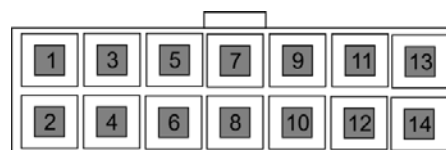
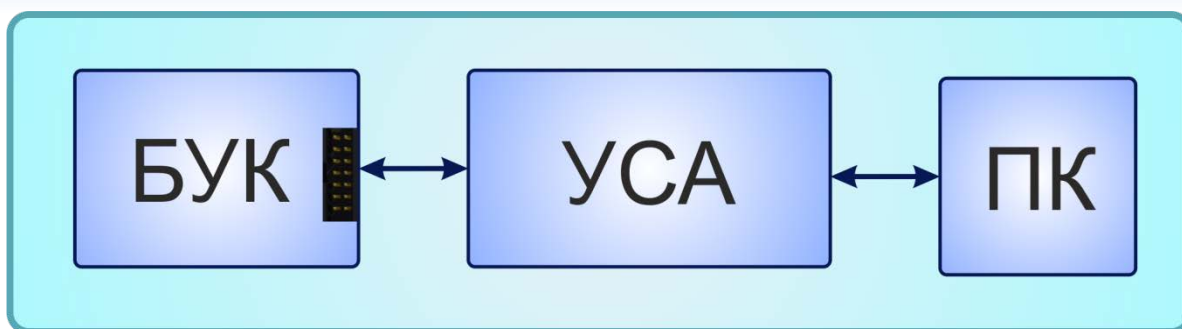

Рисунок 7 – Разъем кабеля УСА-сумматор 14-ти контактный
Рисунок 8 – Схема подключения УСА к ПК через 14-тиконтактный разъем
2. Подключить БУК к ПК. Подключение прибора осуществляется посредством 14-ти контактного разъема (рис. 7), расположенного внутри изделия. Для подключения устройства к ПК вам необходим универсальный сервисный адаптер (УСА), выпускаемый нашим предприятием (в таком случае заказывайте с адаптером универсальный кабель – УСА-сумматор 14-тиконтактный) (рис. 8). Также можно использовать любой преобразователь (подключение через 15 контактную клеммную колодку рис. 9-10), в том числе и УСА, с интерфейсом RS-232 или RS-485 в зависимости от вида интерфейса БУК, но в этом случае вам понадобится внешний источник питания.